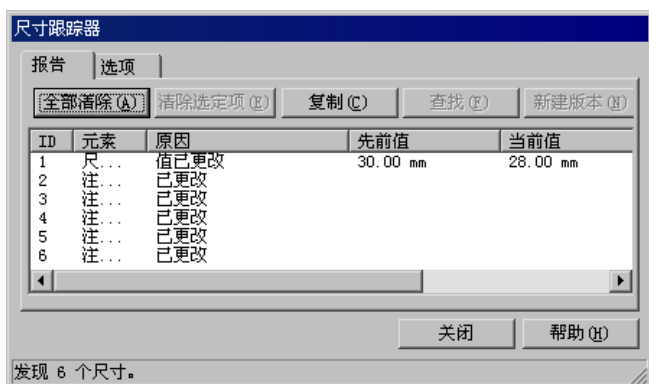
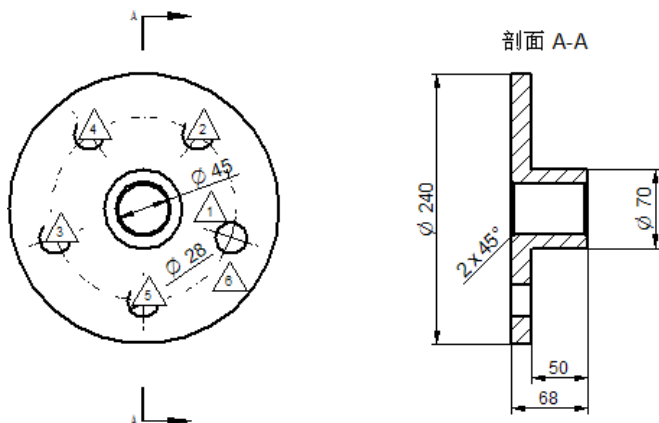

图 8.3.42 “尺寸跟踪器”对话框
图 8.3.43 工程图
Step6. 单击 **主页** 选项卡 **图纸视图** 区域中的  命令，系统弹出“尺寸跟踪器”对话框，在此对话框中的列表框中列出更改的尺寸和注释，并在图纸视图中标注出来，如图 8.3.42 和图 8.3.43 所示。